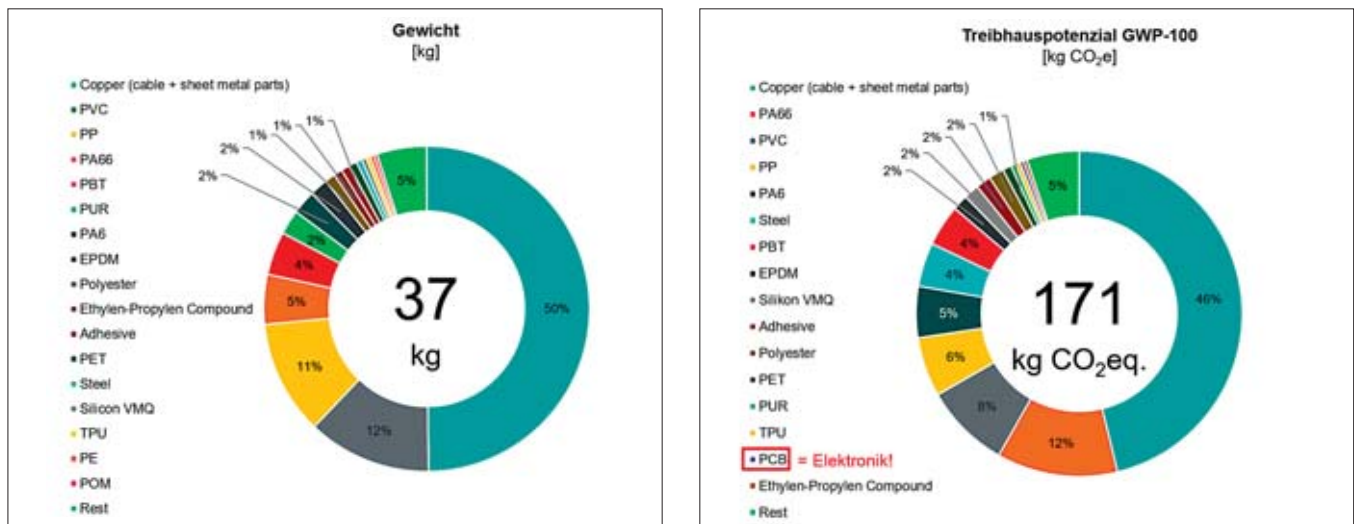

Bild 1: Gewichts- und Emissionsverteilung der verwendeten Werkstoffe im betrachteten Leitungssatz.
In Bild 1 sind die Gewichtsanteile und die Anteile der Emissionen der wichtigsten Werkstoffe dargestellt. Die Verarbeitungsemissionen wurden ebenfalls über die GaBi-Datenbankwerte integriert.
Bild 1 zeigt, dass insgesamt 171 kg CO₂e für die Herstellung des zirka 37 kg schweren Kabelbaums emittiert werden. Kupfer macht bereits 50 % des Gesamtgewichts aus. Hierbei handelt es sich hauptsächlich um Kabelmaterial, aber auch um die vielen Kontaktelemente der Stecksysteme. An zweiter Stelle befindet sich das PVC als Leitungsisolierung mit etwa 12 %. Mit einem Anteil von 11 % steht Polypropylen (PP) an dritter Stelle, das hauptsächlich in den Kabelschächten zum Einsatz kommt. Nachfolgend sind die technischen Kunststoffe zu finden. Aluminiumleitungen fanden keine Verwendung.